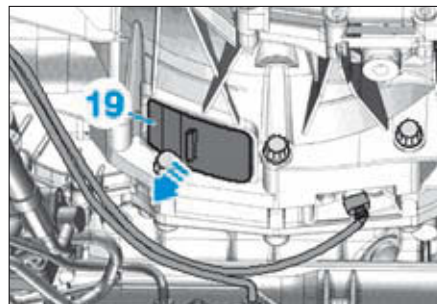

FIG. 15
- Déposer le cache (19) (Fig.15).